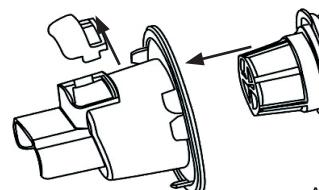

Afbeelding 6
- Druk boven een vuilnisbak op de knop om het reservoir te openen om het van het motorblok te scheiden (Afb. 6).